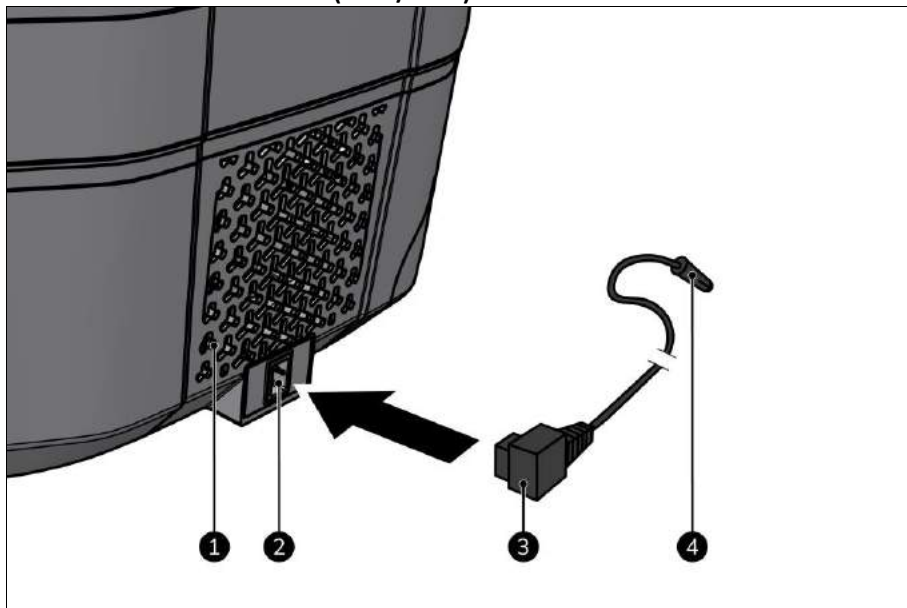

Figura 6
2. Asigurați-vă că toate cele trei grile de ventilație (Figura 6, poziția 1) au un spațiu de ventilație de cel puțin 5 cm.
3. Introduceți conectorul de alimentare (Figura 6, poziția 3) în sursa de alimentare a dispozitivului (Figura 6, poziția 2).
4. Introduceți mufa de alimentare auxiliară (Figura 6, poziția 4) într-o sursă de alimentare auxiliară de 12 sau 24 V ușor accesibilă din vehicul sau ambarcațiune.